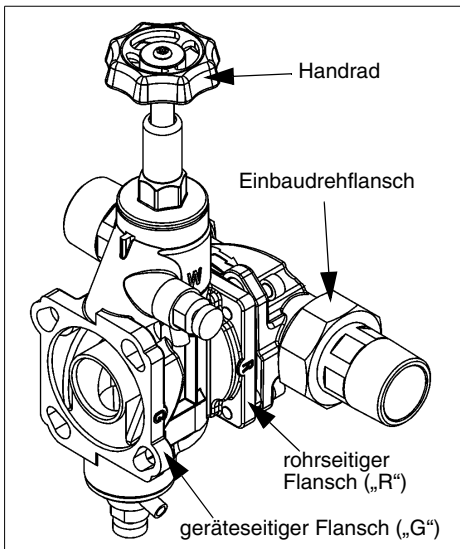

Abb. 8: Umgehungsventil (JQX)
- Das Umgehungsventil auf der mit dem eingegossenen Buchstaben „R“ (Rohr) gekennzeichneten Flanschseite mit dem Einbaudrehflansch durch Einrasten des Bajonnetts verbinden (siehe Abb. 8).